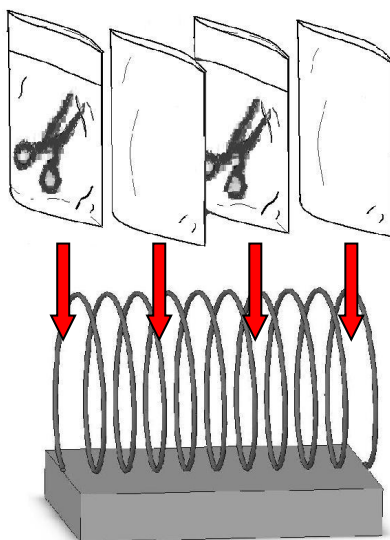
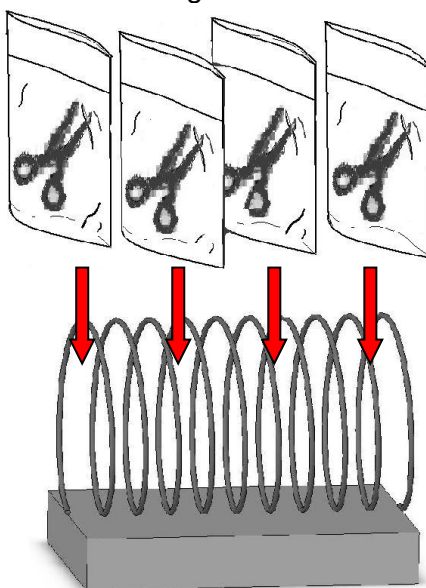

Figura 28
Figura 29
**Advertencia:** Sugerimos usar un Sujetador de resorte para los artículos con mangas de esterilización para asegurar el resultado de la esterilización. Siga la información indicada en la Figura 28 o Figura 29 para colocar cada bolsa de forma separada. El sujetador de resorte se encuentra disponible como un accesorio opcional.